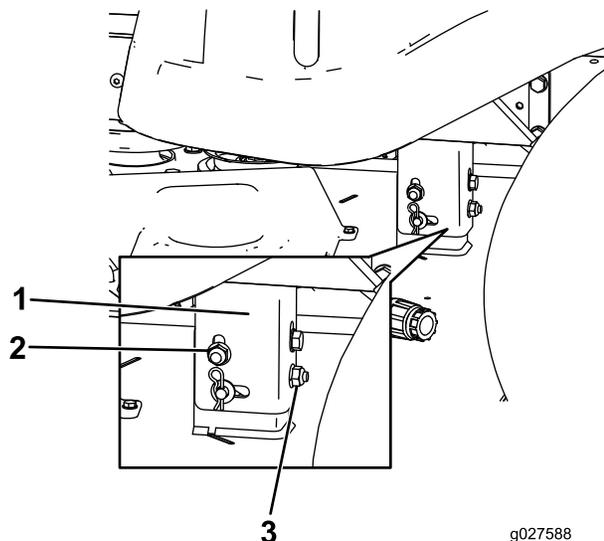

Figure 59
- Élevez ou abaissez le côté gauche du plateau de coupe en tournant l'écrou arrière. (Figure 59).